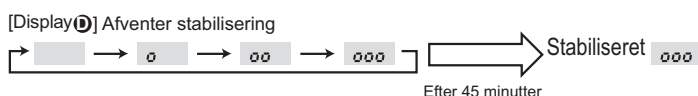

Fig. 8-3
- 3 Tryk på **FILTER** (←) -knappen for at bekræfte indstillingen. (Fig. 8-3)